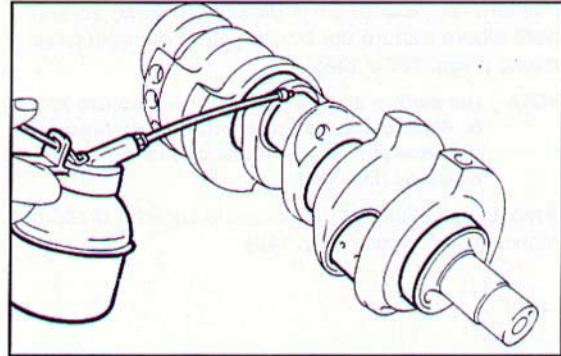

Fig. 141 ▲
- lubrificare i perni di banco e di manovella dell'albero motore (Fig. 141);
- lubricate the main journals and crankpins of the crankshaft (Fig. 141);